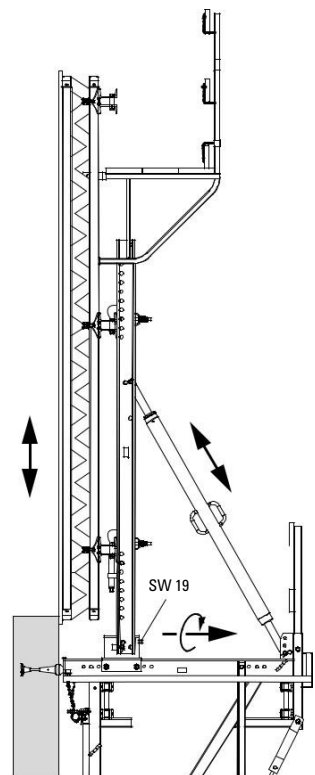

Fig. B2.05d
7. Преместете застопоряващия блок (2.1) в регулирания елемент към стената, SW 19. (Fig. B2.05d)